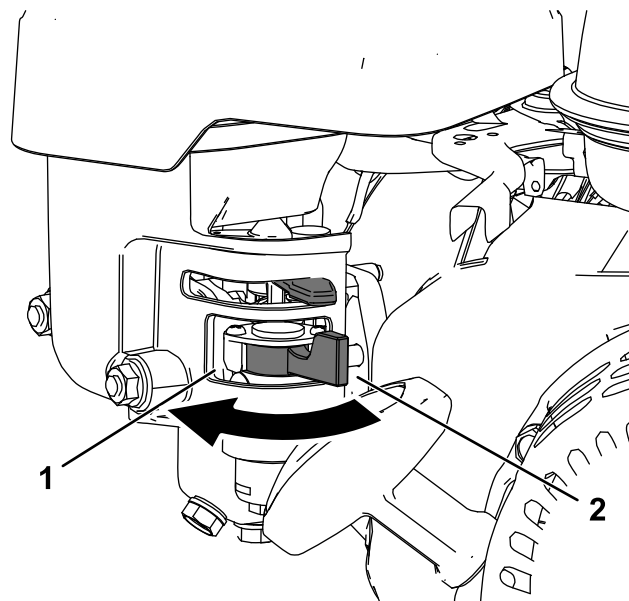

Figure 19
- Pour ouvrir le robinet d'arrivée de carburant, tournez le levier vers la poignée du lanceur (Figure 19).
- Pour fermer le robinet d'arrivée de carburant, tournez le levier dans la direction opposée à la poignée du lanceur (Figure 19).